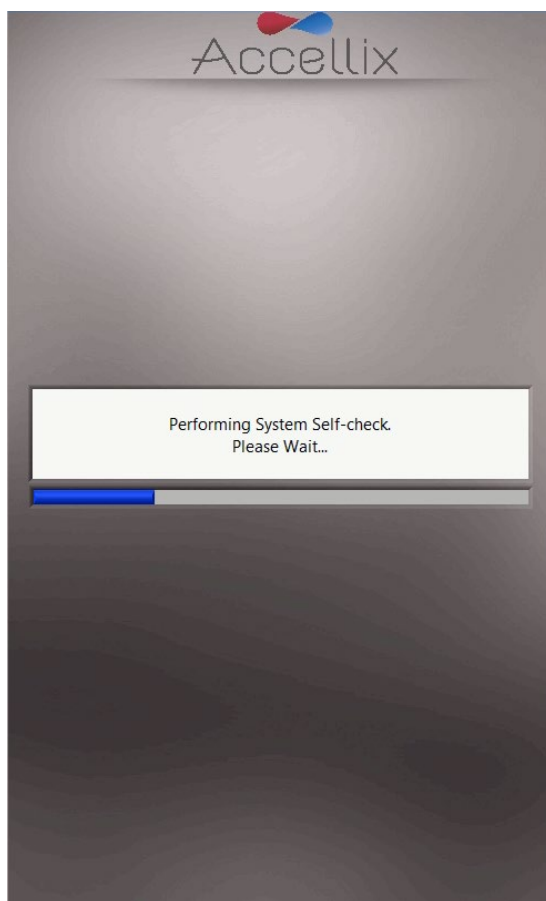

图 13：“系统自检”屏幕
1. 将仪器后面板上的**电源开关**切换至“**打开**”位置，**打开**仪器。当仪器启动时，显示器会告知用户正在执行 **System Self-check**（系统自检）（图 13）：